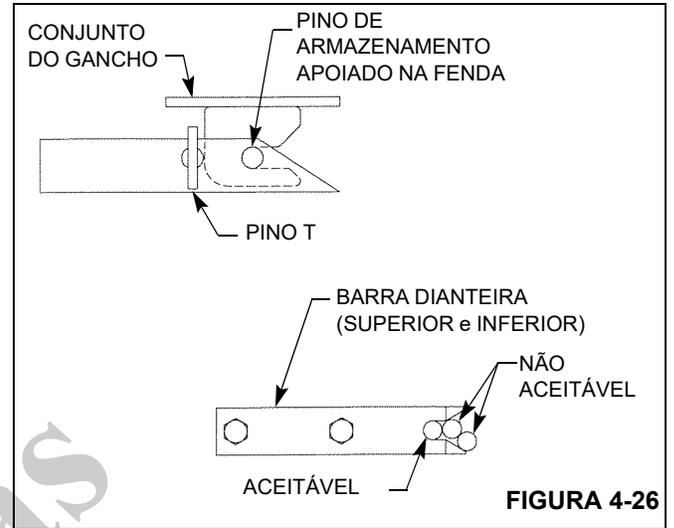

FIGURA 4-26
- Quando a lança está totalmente retraída, os pinos de armazenamento do jib devem atingir o batente com segurança nos conjuntos das orelhas. Consulte a Figura 4-26.